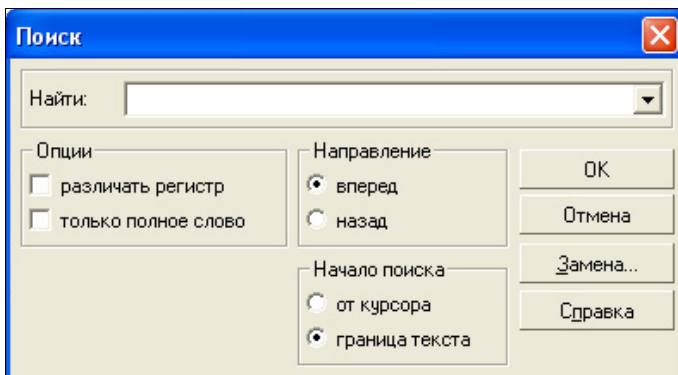

Рис. 23.10. Диалоговое окно **Поиск**
- ◆ **Найти** — вызывает диалоговое окно **Поиск** (рис. 23.10), где можно задать различные варианты поиска подстроки в тексте;